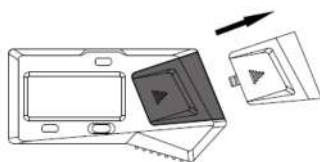

рис.1
- Снимите крышку батарейного отсека (рис.1).